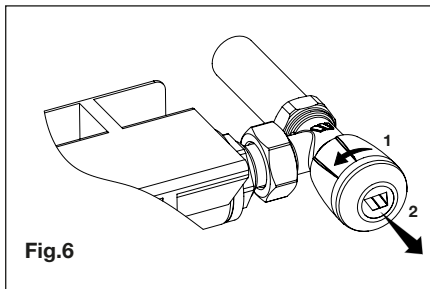

Fig.6
- Svitare e sfilare il volantino (Fig.6);